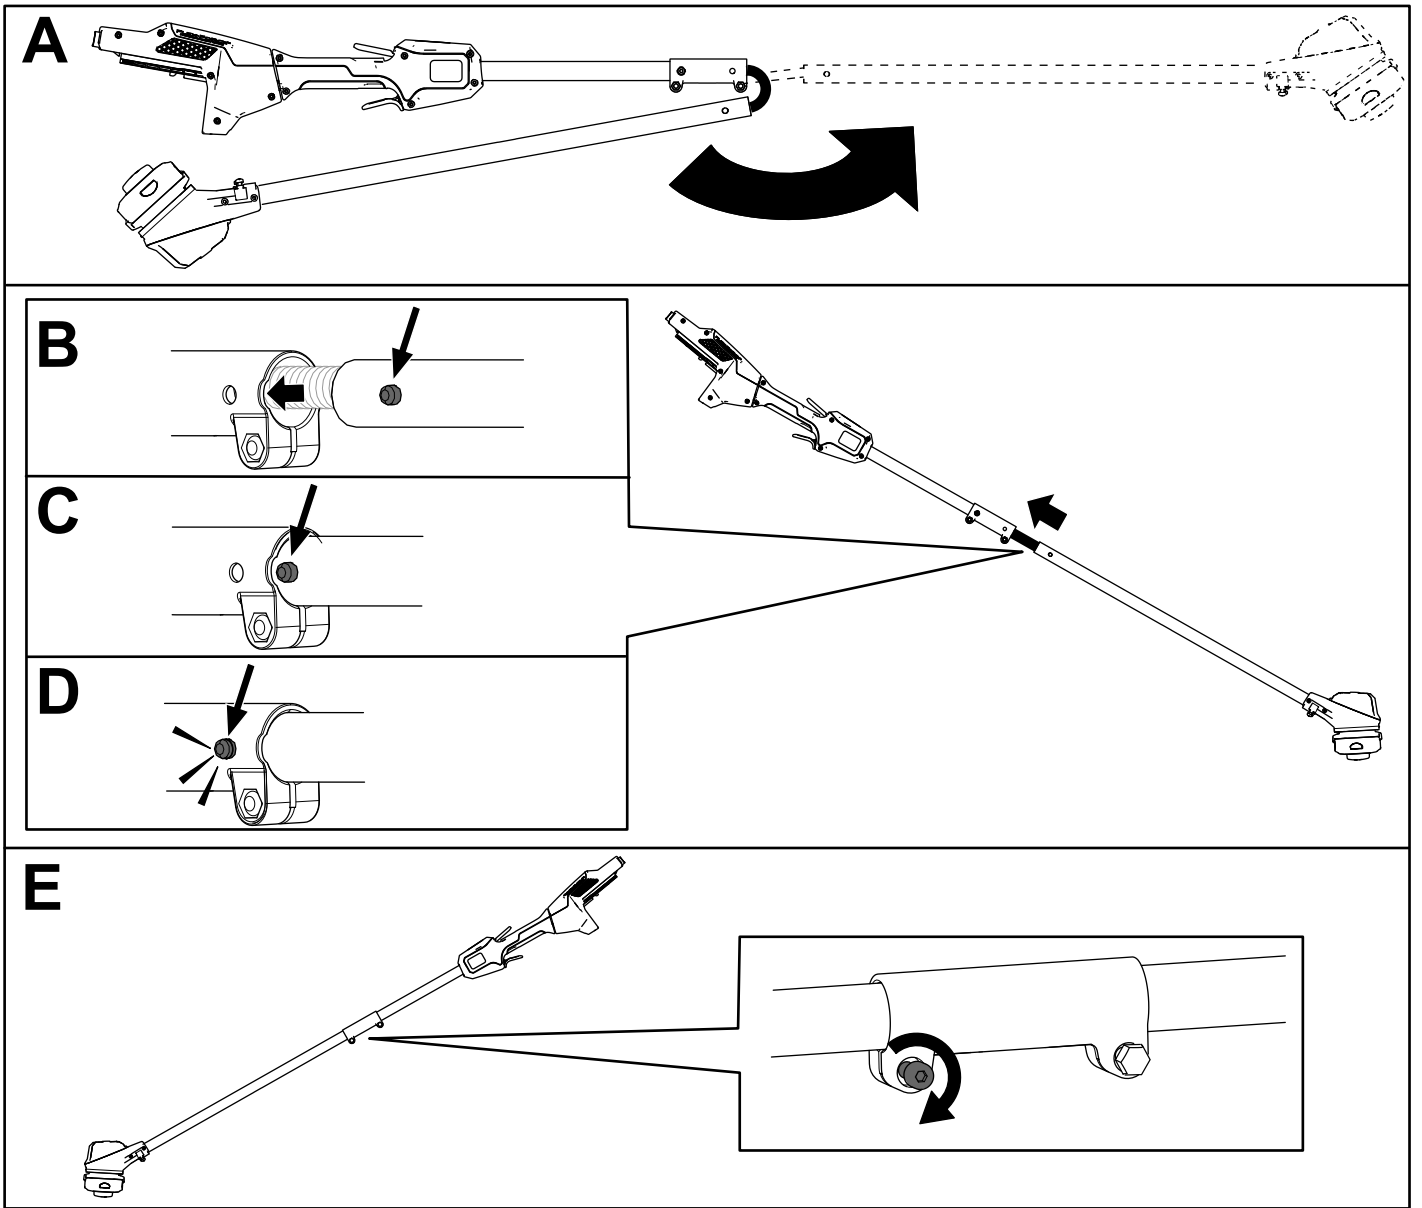

Figure 3
1. Dépliez le manche (A de la Figure 3).
2. Placez le bouton de verrouillage situé sur la moitié inférieure du manche en face du trou situé sur la moitié supérieure, et emboîtez-les 2 moitiés ensemble (B et C de la Figure 3).
Remarque: Le bouton de verrouillage s'enclenche dans le trou quand les deux moitiés du manche sont correctement emboîtées (D de la Figure 3).
3. À l'aide de la clé Allen fournie, serrez la vis sur le connecteur du manche jusqu'à ce qu'il soit bien fixé (E de la Figure 3).